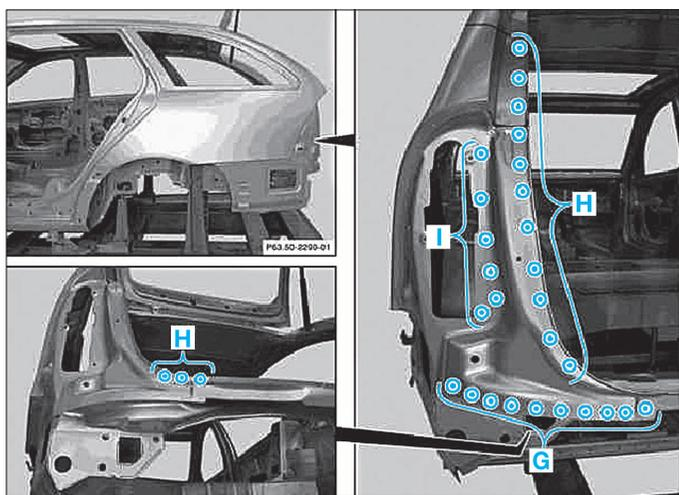

FIG. 98
- zones (G), (H) et (I) (Fig.98).